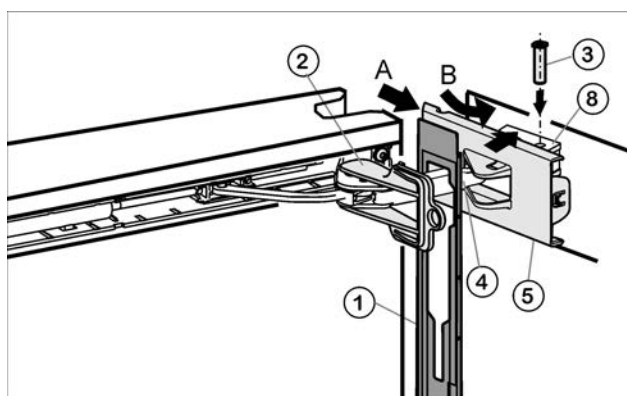

Fig. 16
- ▶ Навесьте накладку *Fig. 16 (1)* на амортизационную скобу *Fig. 16 (4)* таким образом, чтобы передние защелки показывали во внутрь, а передняя сторона была направлена к устройству.
- ▶ Отодвиньте (А)крышку Fig. 16 (5) снаружи и поверните (В) через опорную деталь Fig. 16 (8).
- ▶ Установите крышку Fig. 16 (5) и защелкните ее до первого фиксатора.
- ▶ Притяните амортизационную скобу Fig. 16 (4) к опорной детали и сверху вставьте палец Fig. 16 (3) таким образом, чтобы квадратная головка сидела в углублении.
- ▶ Теперь полностью защелкните крышку Fig. 16 (5) на опорной детали Fig. 16 (8).
- ▶ Выкрутите фиксатор Fig. 16 (2).
- ▶ Надвиньте и защелкните накладку Fig. 16 (1) на дверце.